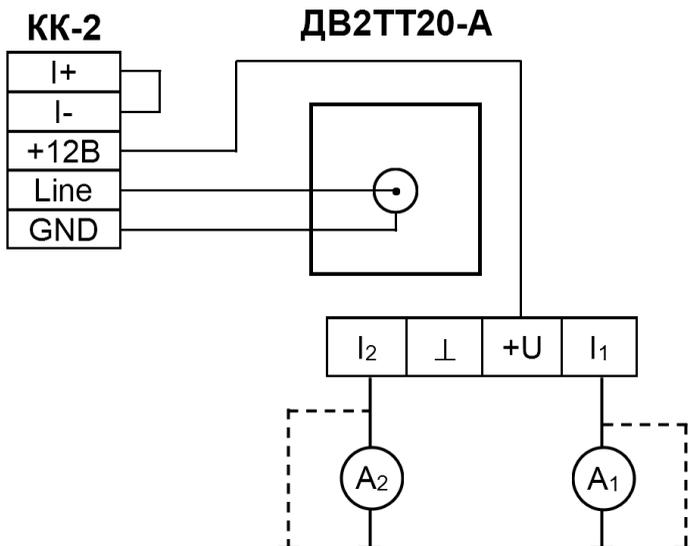

Рис.7. Подключение кабеля для связи с ПК к преобразователю интерфейса при его конфигурировании.
3. Подключите преобразователь к кабелю интерфейсному КК-2 как показано на рис.7.